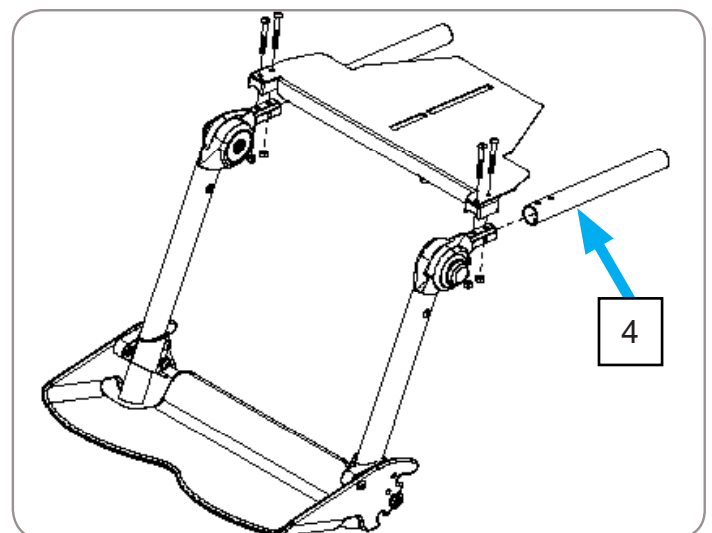

Figura 26
6. Instale los tubos de asiento largos **4** con las mismas piezas. Referencia Figura 26.